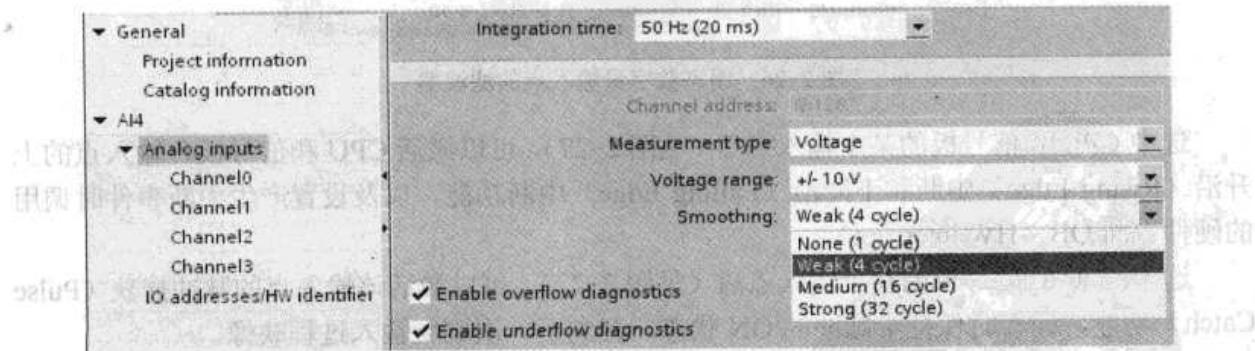

图 2-29 组态模拟量输入点
1) 设置积分时间（Integration time，见图 2-29），它与干扰抑制频率成反比。后者可选 400、60、50 和 10Hz。积分时间越长，精度越高，快速性越差。积分时间为 20ms 时，对 50Hz 的干扰噪声有很强的抑制作用。为了抑制工频信号对模拟量信号的干扰，一般选择积分时间为 20ms。